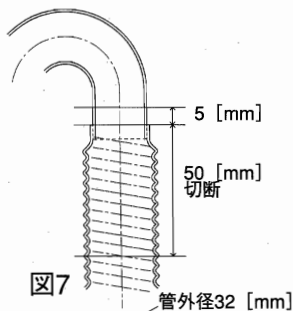

図7
- 1) ジャバラタイプの切断では、トラップ形成部分は避け、ジャバラ部と直管部の境目から5 [mm] 程度上方を切断してください。(図7)
- 2) ジャバラ管側は切断部よりを50 [mm] を切断してください。(図7)